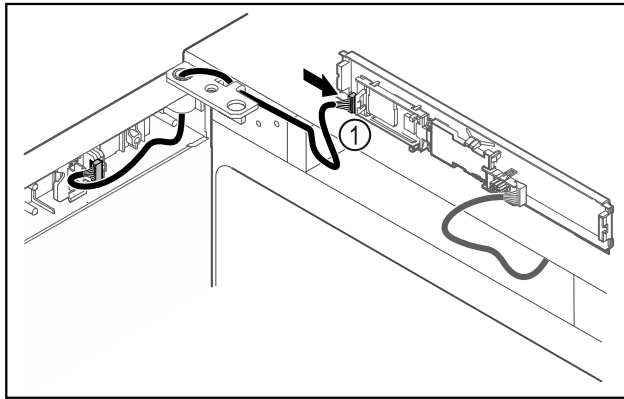

Fig. 40
- Stecker Fig. 40 (1) an Platine anstecken.